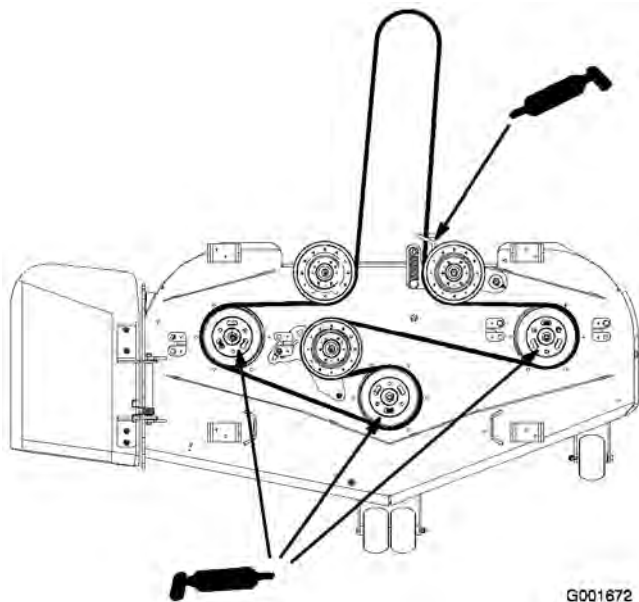

Figure 31
- Lubrifiez les roulements des trois axes sous les poulies jusqu'à ce que la graisse sorte par les joints inférieurs (Figure 31).
- Graissez le bras de la poulie de tension sur le plateau de coupe (Figure 31).
- Lubrifiez les graisseurs des bras de poussée (Figure 31).